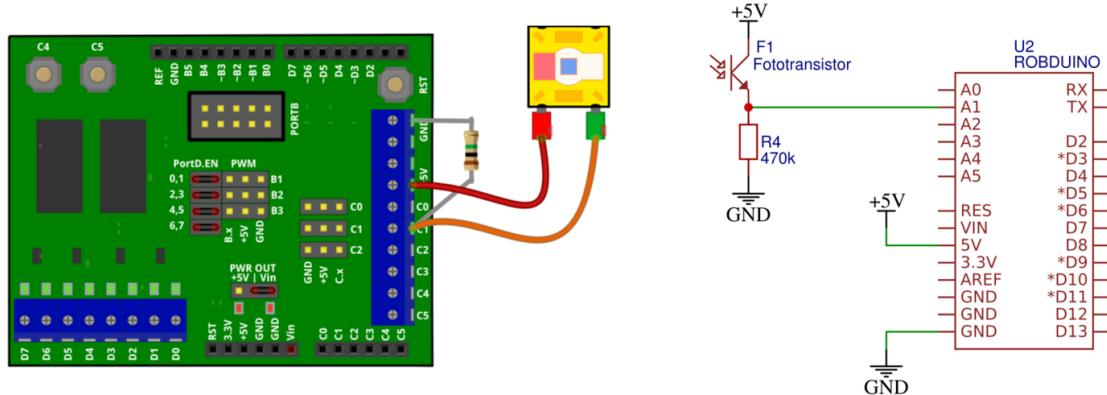

Figure 2.7: Priključitev foto-tranzistorja kot svetlobni senzor.
1. Priključite foto-tranzistor v delilnik napetosti z uporom, kot prikazuje fig. 2.7.